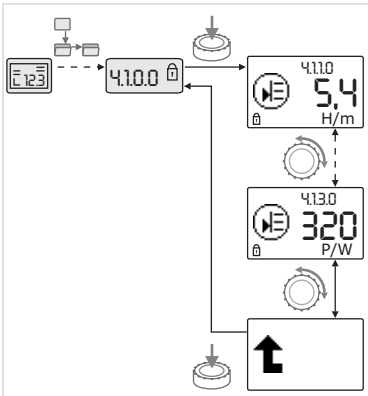

Fig. 40: Appeler des informations
- Une rotation du bouton de commande permet de faire défiler les points de menu de type « Information » du sous-menu actuel (voir fig. 40). Pour des explications sur les réglages représentés par des symboles, voir le tableau au chapitre 8.7 « Référence des points de menu » à la page 104.